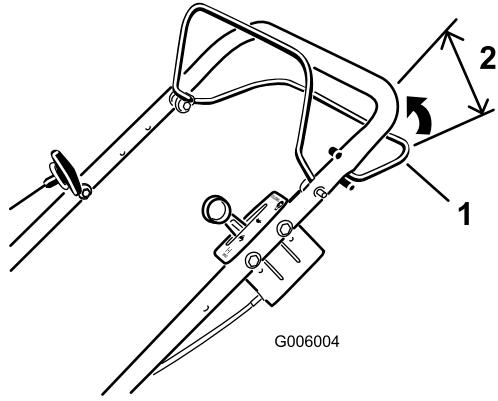
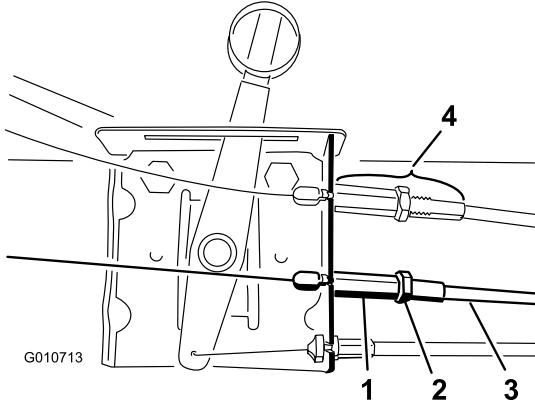

Figura 43
Figura 44
Si el cortacésped no avanza, o si avanza muy lentamente cuando la barra de autopropulsión está a más de 60 mm del manillar (Figura 43), ajuste el sistema de autopropulsión.
1. Afloje la contratuerca (Figura 44).
2. Enrosque la cubierta del cable en el conector roscado para aumentar el espacio entre la barra y el manillar (o desenrosque la cubierta del cable del conector roscado para reducir el espacio) (Figura 44) hasta obtener el espacio correcto (Figura 43).